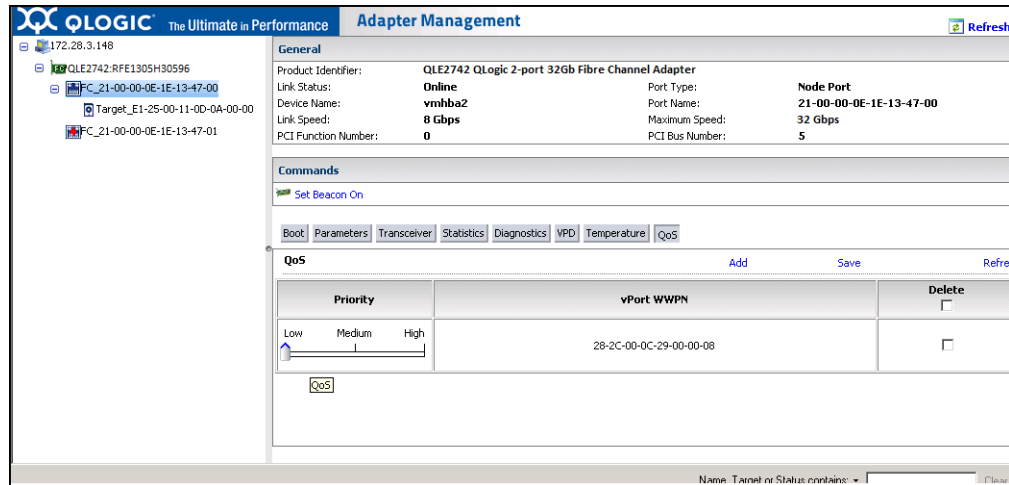

Figure 3-39. Modification de la priorité de port virtuel à l'aide des plug-ins de QConvergeConsole
- La Figure 3-39 montre un exemple.